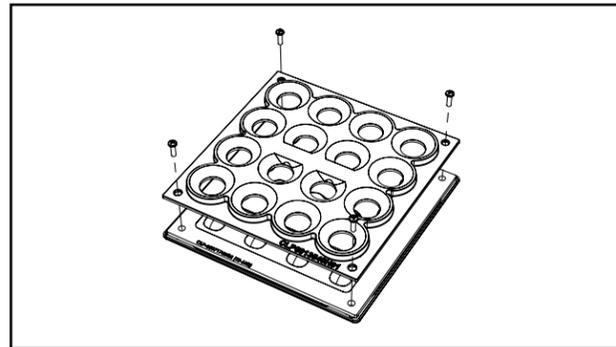

Figure 1.
4. Retirez les quatre (4) vis fixant le luminaire carré et la garniture circulaire au luminaire.
5. Retirez la garniture circulaire et placez l'écran sur le luminaire carré, comme montré. (Fig. 1).
6. Installez l'écran au luminaire carré en utilisant les quatre (4) vis fournies avec l'écran.